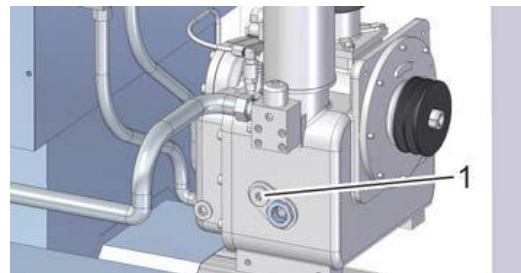

Рис. 38: Пробка наливного отверстия
5. ➔ Ослабьте пробку наливного отверстия (Рис. 38/1), осторожно откройте, не потеряв уплотнительное кольцо.